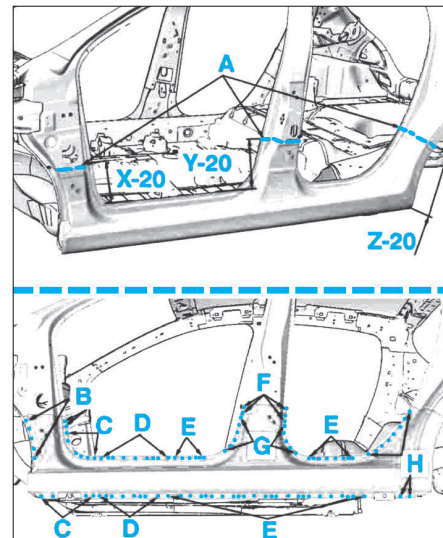

FIG. 31
- Dépointer et couper aux endroits indiqués en A, B, C, D, E, F, G et H (Fig.31).